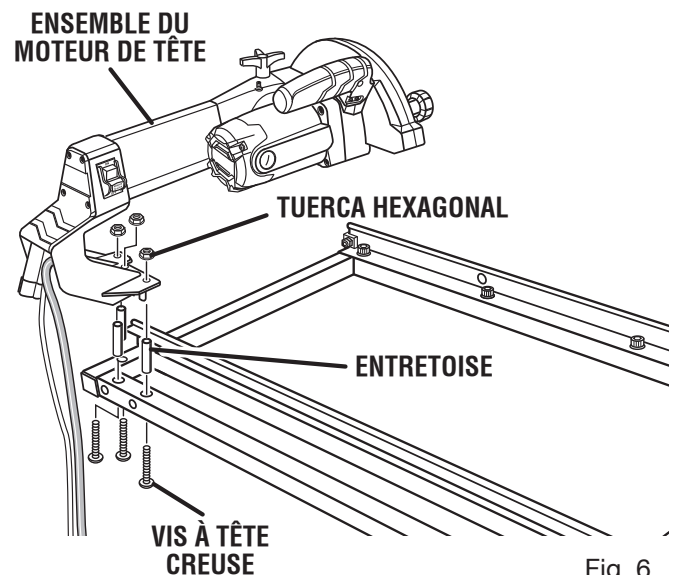

Fig. 6
- Placer entretoises dans les supérieur trous du bâti comme illustré la figure 6.
Voir la figure 6.